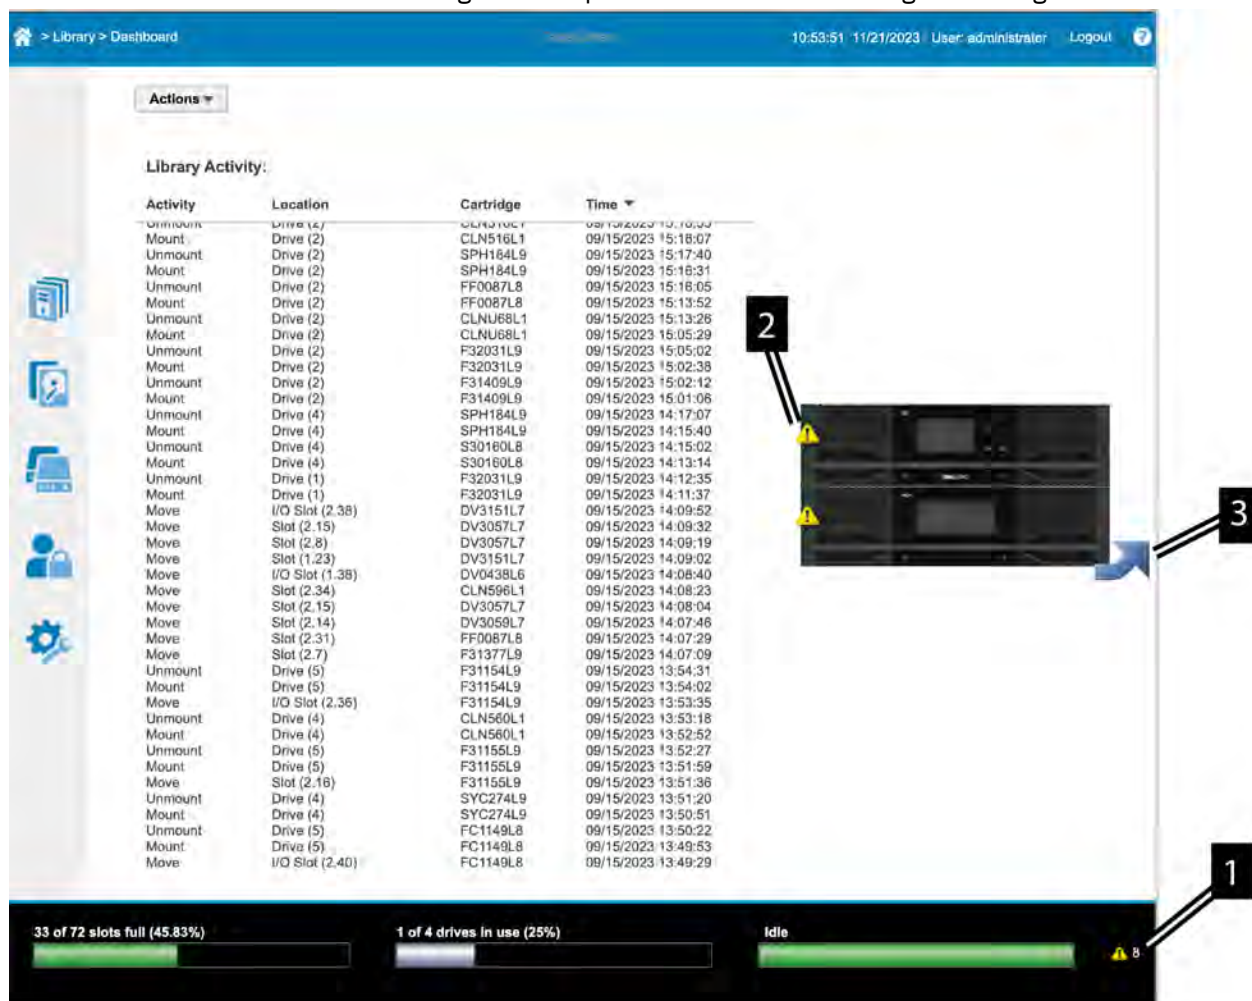

Figura 60. Pantalla GUI
1. El pod de estado inferior derecho de la GUI de la biblioteca muestra el estado de error de la biblioteca. Consulte **1** en Figura 60 en la página 99
- La visualización gráfica de la biblioteca en la mitad derecha del panel de control de la biblioteca GUI muestra un icono de aviso o error en un componente que tiene un problema. **2** en Figura 60 en la página 99
Si un módulo muestra un error en la parte frontal, pulse la flecha en el gráfico de la biblioteca. Consulte **3** en Figura 60 en la página 99. El gráfico de la biblioteca girará y mostrará los paneles posteriores, para que pueda determinar qué componente tiene el error.